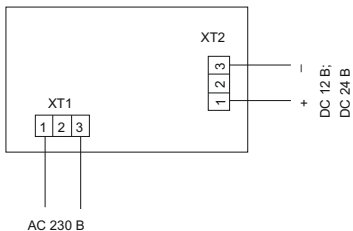

Рисунок 4
4.13 Подключение светильника ДПА 5032-3, ДПА 5043-3 к питающей сети переменного тока 230 В производится к контактам клеммной колодки ХТ1 (рисунок 4), расположенной на плате управления, согласно маркировке: (L) фазный проводник, (N) нейтральный проводник сети.